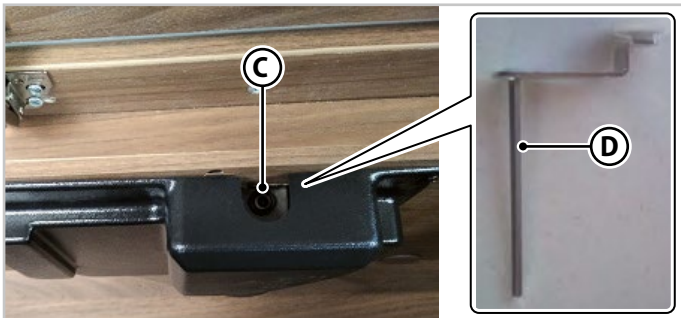

Fig.6.16 - Desbloqueo de la cama eléctrica tipo A
2. En la parte delantera del motor, introduzca la llave **(D)** - Fig.6.16) dentro del tornillo **(C)** - Fig.6.16) para moverla manualmente.